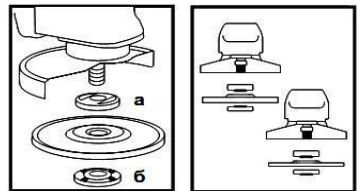

Рисунок 2
4.4 Встановіть на виріб абразивний диск. Для цього натисніть на кнопку фіксації шпинделя (1) і поверніть диск до такого положення, при якому він зафіксується. За допомогою вилочного ключа з комплекту виробу відверніть і зніміть затискну гайку (б) (дивіться рисунок 2).
Встановіть шліфувальний диск на посадкове місце фланцевої шайби (а) (рисунок 2), наживіть рукою затискну гайку на шпindel і затягніть її ключем з комплекту виробу. Відпустіть кнопку фіксації шпинделя і переконайтеся в тому, що кнопка звільнена, через дво- або триразове натискання. Проверніть диск і впевніться, що шпindel розблокований. При встановленні диска з утопленим центром завжди розміщуйте його випуклою стороною до фланцевої шайби.